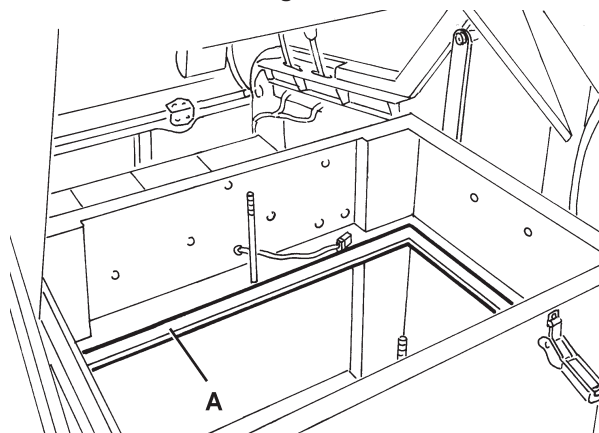

Figure 15
19. Si besoin est, nettoyer le long du périmètre du joint en caoutchouc (A, Fig. 15) du logement du filtre et contrôler que le joint est intact. Dans le cas contraire, en effectuer le remplacement.